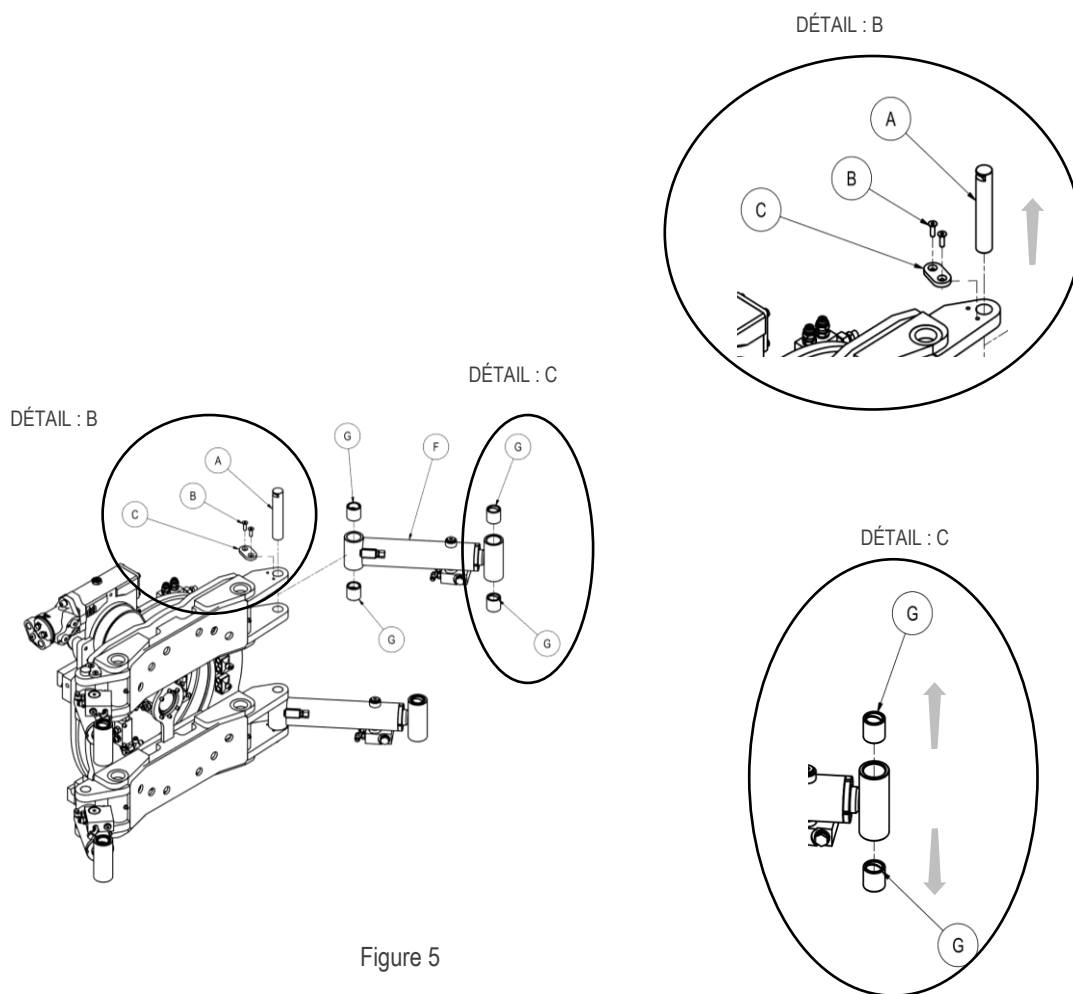

Figure 5
Avec la clé appropriée, dévisser les vis « B » et retirer la goupille « A » comme indiqué dans le détail B Figure 5.
- Après avoir démonté le vérin, retirer les bagues du manchon « G », voir Figure 5 détail « C »,